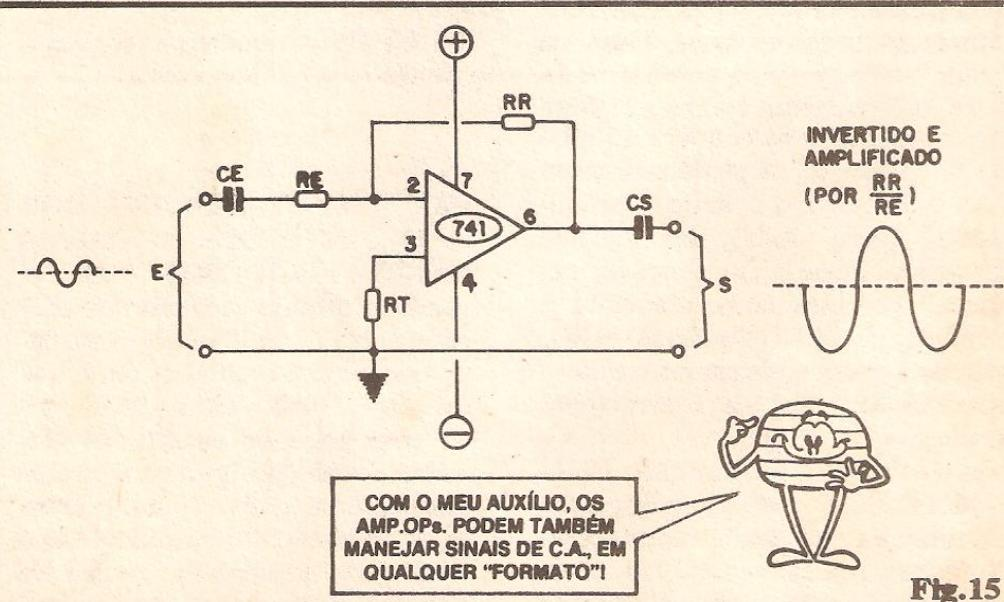

Fig.15
- FIG. 15 - O 741 TRABALHANDO COM SINAIS EM C.A. (ÁUDIO, POR EXEMPLO) - Meramente intercalando capacitores de bloqueamento da C.C. (para que não sejam influenciados os cálculos puramente resistivos das redes de realimentação) nos percursos de Entrada (CE) e de Saída (CS) dos sinais, podemos tranquilamente colocar um 741 a trabalhar com sinais C.A. (áudio, por exemplo...). Convém, agora, notar que existe um último e importante PARÂMETRO do 741 a considerar: a MÁXIMA FREQUÊNCIA PASSANTE, de modo que ainda tenhamos "garantido" um ganho
funcional... Normalmente, um 741 pode trabalhar com sinais alternados de Frequência até cerca de 100 KHz, com uma possibilidade de ganho ainda considerável... Podemos levar a Frequência de funcionamento até o limite de 1 MHz, porém, nesse caso (Frequências relativamente elevadas...) ficam invalidadas as fórmulas determinadoras do ganho, já que este, por razões internas do Integrado, terá seu limite superior cada vez mais "pra baixo", à medida que a Frequência "sobe"... Tanto que a 1 MHz não conseguimos, "nem a pau", obter ganho maior do que o unitário, do Integrado! Na faixa de áudio, contudo (até uns 20 ou 30 KHz...) podemos, na prática, considerar os parâmetros de ganho como muito próximos dos verificados sob C.C., valendo todas as fórmulas e configurações já vistas (sempre com a intercalação dos capacitores de "isolamento", conforme diagrama da fig. 15...) nas figuras anteriores.